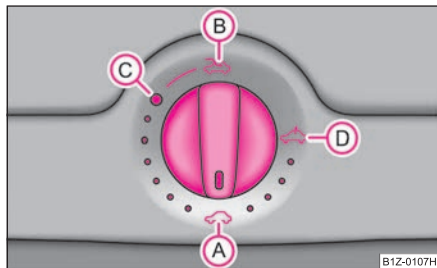

Fig. 36 Conmutador giratorio para el techo corredizo/elevable eléctrico
El techo corredizo/elevable se maneja con el conmutador giratorio ⇒ fig. 36 y sólo funciona estando conectado el encendido. El conmutador giratorio tiene varias posiciones de enclavamiento.
- Gire el conmutador a la posición (C) ⇒ fig. 36.
- Gire el conmutador a la posición (A) ⇒ fig. 36.
⇒ fig. 36 delantera hasta que el techo corredizo/elevable esté completamente cerrado ⇒ .
Tras cada accionamiento de emergencia (con la llave Allen) se debe colocar el techo corredizo/deflector en la posición básica. Por ello, se deberá presionar delante el conmutador giratorio a la posición **(A)** ⇒ página 50, fig. 36 durante unos 10 segundos. ■